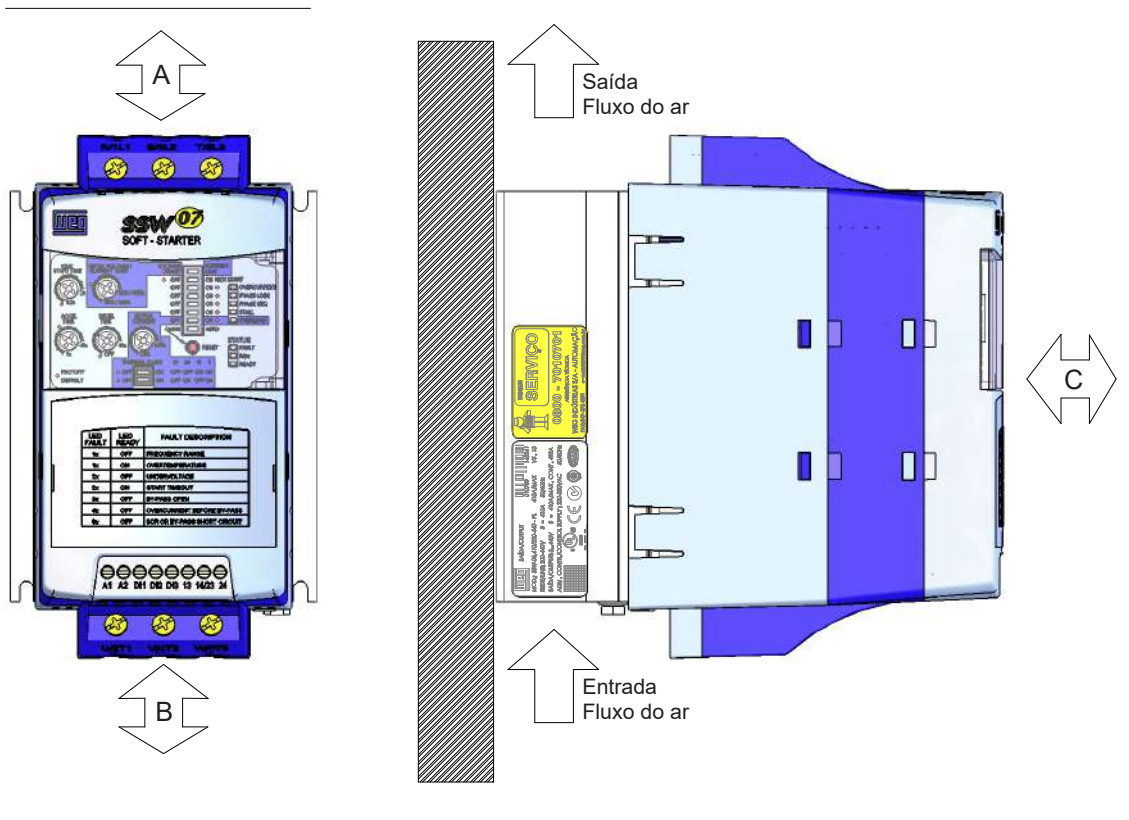

Figura 3.2 - Espaços livres para ventilação
**3.1.3 Posicionamento/ Fixação** Para a instalação da Soft-Starter SSW-07 deve-se deixar no mínimo os espaços livres ao redor da Soft-Starter conforme figura 3.2 a seguir. As dimensões de cada espaçamento estão disponíveis na tabela 3.2.